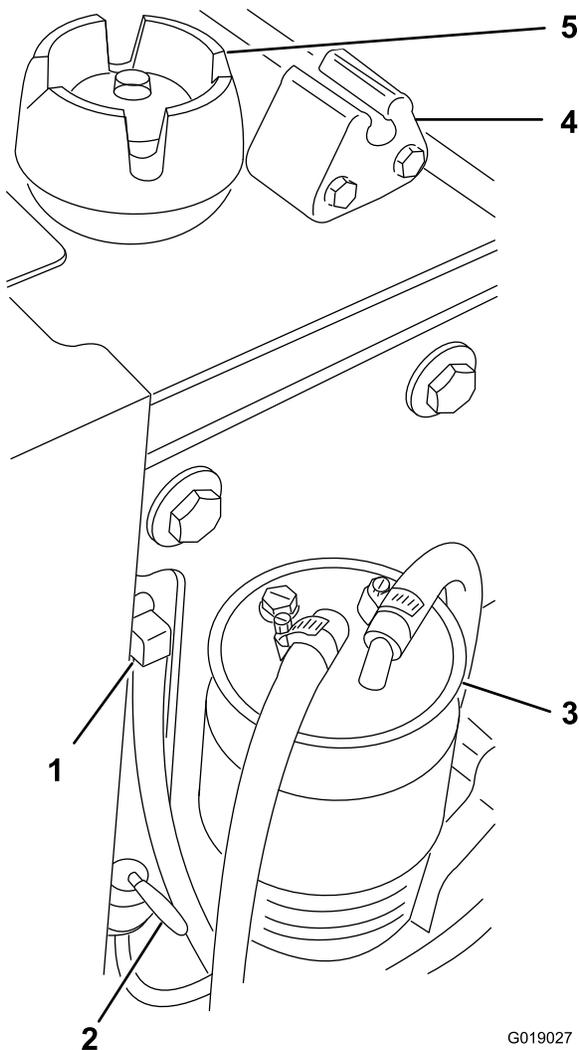

Figura 23
4. Retire el tapón del depósito de combustible y el sensor (Figura 23).
6. Instale el tapón de combustible y el sensor (Figura 23).